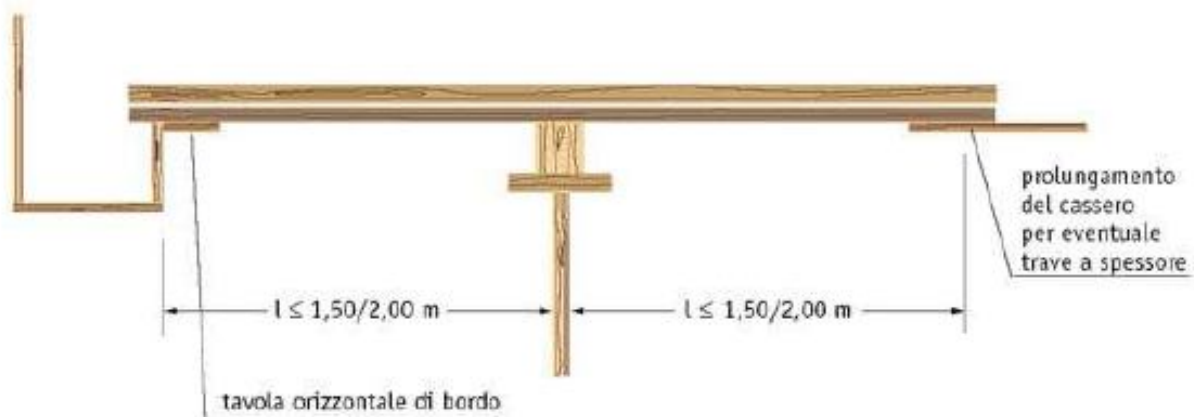
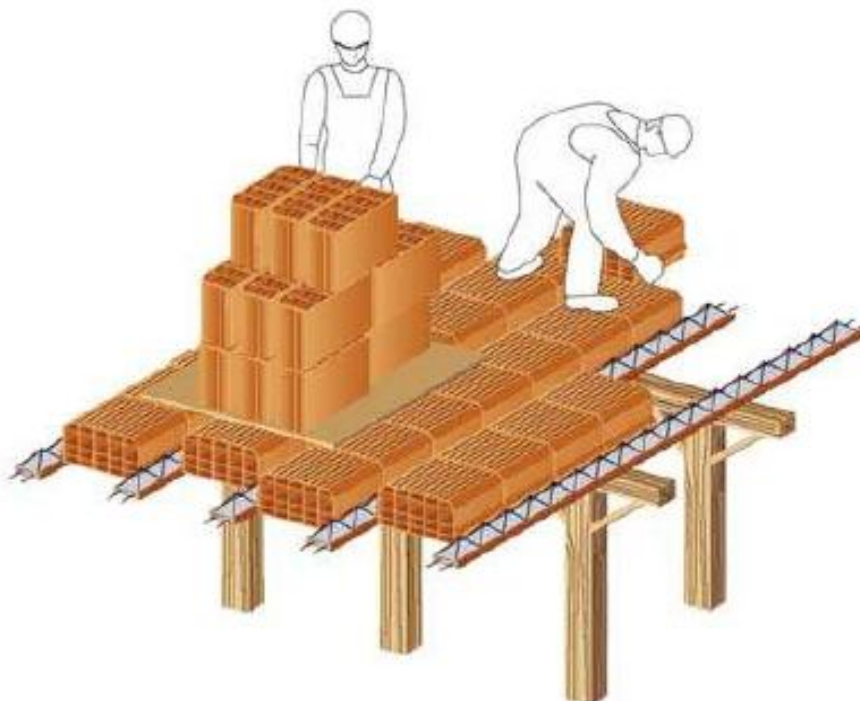

Fig. 3 – Disposizione delle tavole di imposta e dei rompi tratta provvisori
Fig. 4 – Evitare grossi carichi sull'impalcato
I fasci di verghe di acciaio dritte o sagomate a "L" di lunghezza superiore ai 1000 mm possono essere sollevati tramite l'utilizzo di tiranti di catena posizionati "a strozzo" (vd. fig.3). Preliminarmente, il personale addetto allo scarico ed alla movimentazione deve provvedere ad "imbracare" i singoli fasci di ferro utilizzando le legature di confezionamento degli stessi (vd. fig.4), al solo scopo di sollevarne le due estremità e la parte centrale, una alla volta, di 20-30 cm per inserire un apposito "stocco" su cui riposizionare la porzione sollevata.
- sulle testate dei puntelli andranno predisposti i rompitratta provvisori (in genere travi o tondi di legno sostenuti da tavole piatte) in direzione ortogonale a quella della orditura dei travetti, in numero e con l'interasse previsti in progetto o sulle schede delle ditte fornitrici del solaio (di solito l'interasse per solai con carichi normali varia da m 1,50 per i travetti a traliccio a m 2,00 per i travetti precompressi (fig. 3). I rompitratta andranno disposti ad una altezza leggermente eccedente rispetto alla quota dell'intradosso dell'impalcato in modo di garantire una "controfreccia" o "monta" ai travetti che saranno appoggiati sui rompitratta stessi. E' importante che tutto il sistema "impalcatura" sia ben vincolato e solidale con tutte le sue componenti verticali ed orizzontali in quanto la sottostruttura dovrà sopportare tutti i carichi fissi e provvisori e i pesi dovuti al successivo getto del calcestruzzo prima che la sua maturazione renda il solaio autonomo e autoportante.
- l'eliminazione dei blocchi che presentano lesioni o fessure, specie nelle alette di appoggio, che possono pregiudicare eventuali transiti degli operai (anche se i camminamenti dovranno avvenire su appositi "passerelle" in legno) o causare indebolimento alla struttura. Durante la posa gli operai non dovranno gravare su un solo filare di blocchi, ma posizionarsi a cavallo di due corsi con elementi di ripartizione del carico (fig. 4).